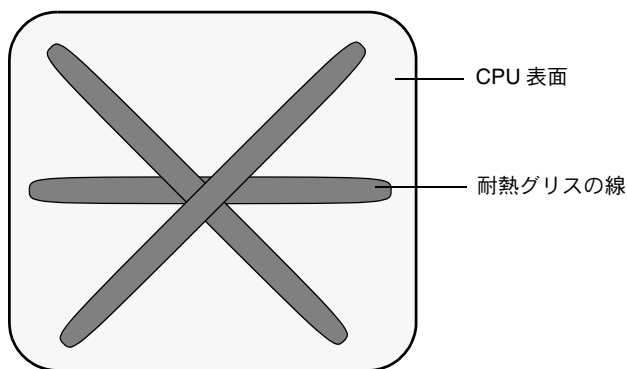

図 3-12 耐熱グリスを塗布する際のパターン
- g. 1 シリンジ (1ml) の耐熱グリスを使って、図 3-12. に示す 3 本の線状のパターンで、CPU の上面にグリスを塗布します。
ご参考： 新しい CPU には 2 つの耐熱グリス用シリンジが付属していますが、各 CPU にシリンジを 1 個ずつ使用してください。グリスは、図 3-12 に示すパターンで塗布します。